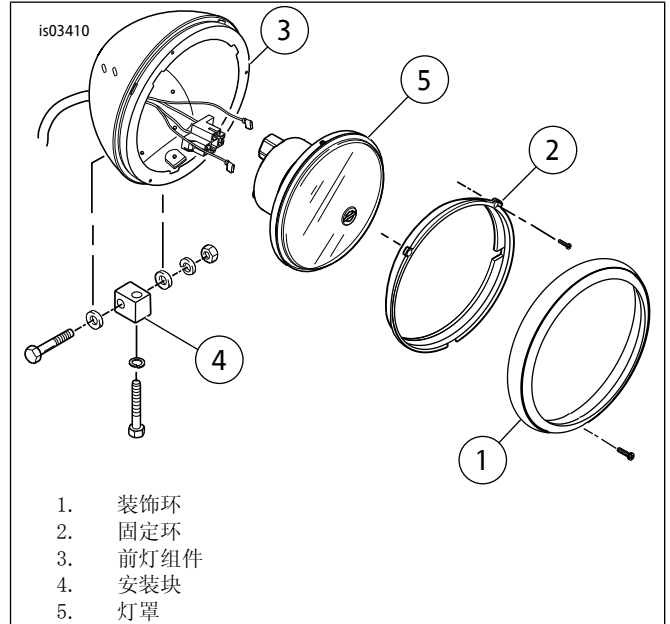

图1. 前灯组件
- 参见图1。拆下装饰环螺丝和装饰环( 1 )。
- 参见图1。拆下安装块( 4 )和安装块五金件。